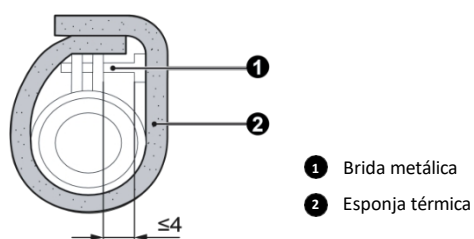

Fig. 4.3.3
- 3 Utilice la placa de sellado para aislar la abrazadera y el tubo, tal y como se muestra en la Fig. 4.3.3.